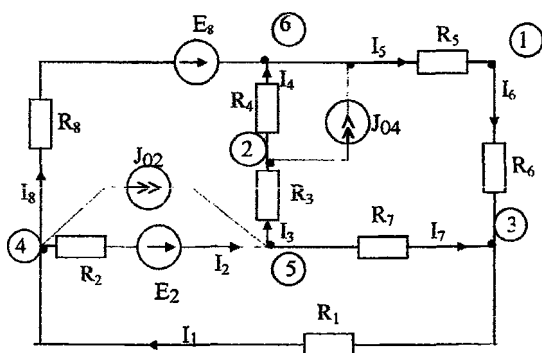

Рис.3.
- включить в ветви сопротивления и заданные источники ЭДС. Источники тока подключить параллельно соответствующим ветвям. Придать элементам схемы удобное для расчета расположение. Обозначить положительные направления источников ЭДС, источников тока, токов ветвей (положительные направления определяются индексами начального и конечного узлов, к которым присоединена ветвь). Всем сопротивлениям, источникам и токам присвоить номера соответствующих ветвей (рис.3).